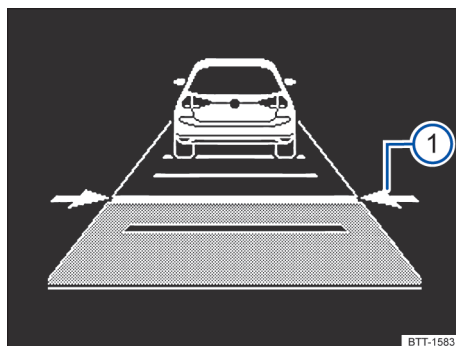

Fig. 105 En la pantalla del cuadro de instrumentos: ajustar la distancia (representación esquemática, el ACC regula).
La pantalla del cuadro de instrumentos muestra el nivel ajustado → fig. 105 ①. Observar los requisitos para la distancia mínima específicos.